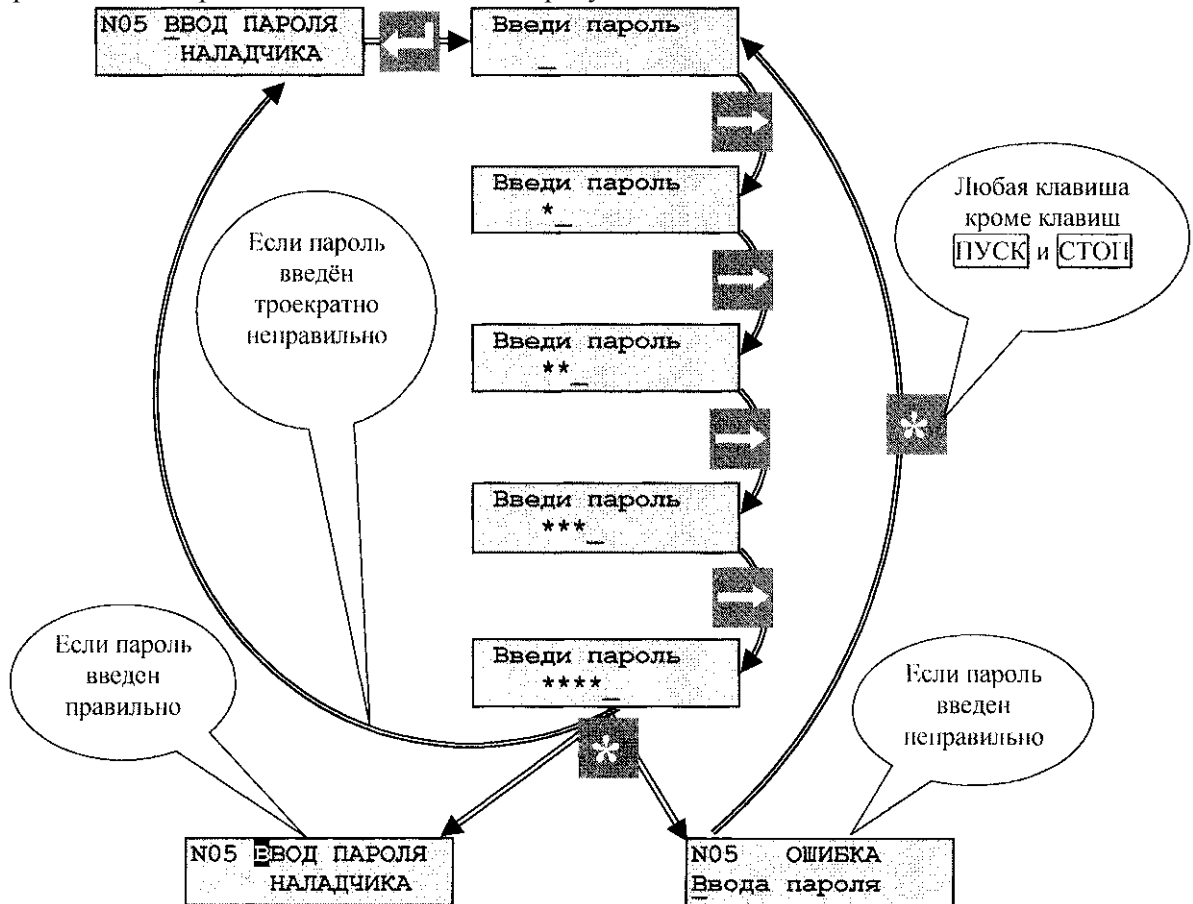

Рисунок 6.3 - Раздел дополнительного меню «Ввод пароля наладчика»
6.1). После переключения в дополнительное меню, необходимо выбрать с помощью  и  раздел дополнительного меню **Ввод пароля наладчика**. Нажать . На табло появится надпись «Введи пароль» (см. рисунок 6.3.). Ввести пароль. Если пароль введен правильно, происходит возврат в дополнительное меню и на табло появляется надпись **Ввод пароля наладчика**, начинает мигать буква **В** на черном фоне, что является признаком включения режима наладчика.